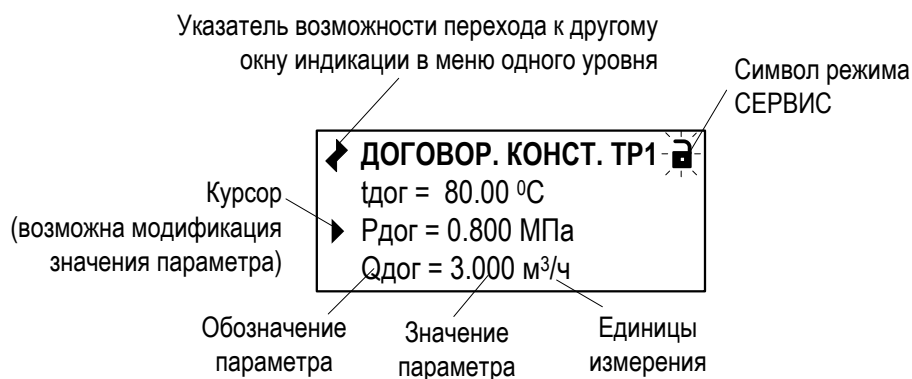

Рис.6. Вид одного из окон индикации многооконного меню.
6.1.5.2. Место расположения и символическое изображение курсора (рис.6) зависят от вида информации, отображаемой в окне индикации, и состояния установленного рядом с курсором (над курсором) пункта меню (значения параметра).
↶	– при отображении меню (рис.6), содержащих подменю, в которых возможно перемещение по окнам индикации одного уровня, предусмотренное структурным построением данного меню.